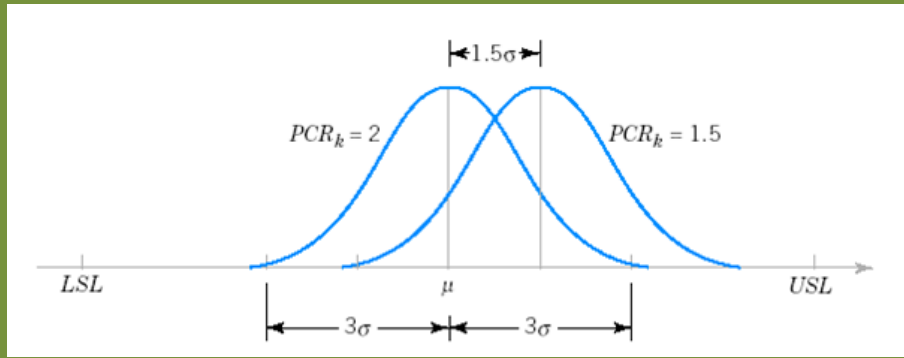

Figura 6.11: Media de un proceso *Seis Sigma* desplazada 1,5 desviaciones típicas.
- En ese caso la *distancia* de μ , la media del proceso, al límite de especificación más cercano (LSL o USL) es de 6 veces σ (ver Figura 6.11).